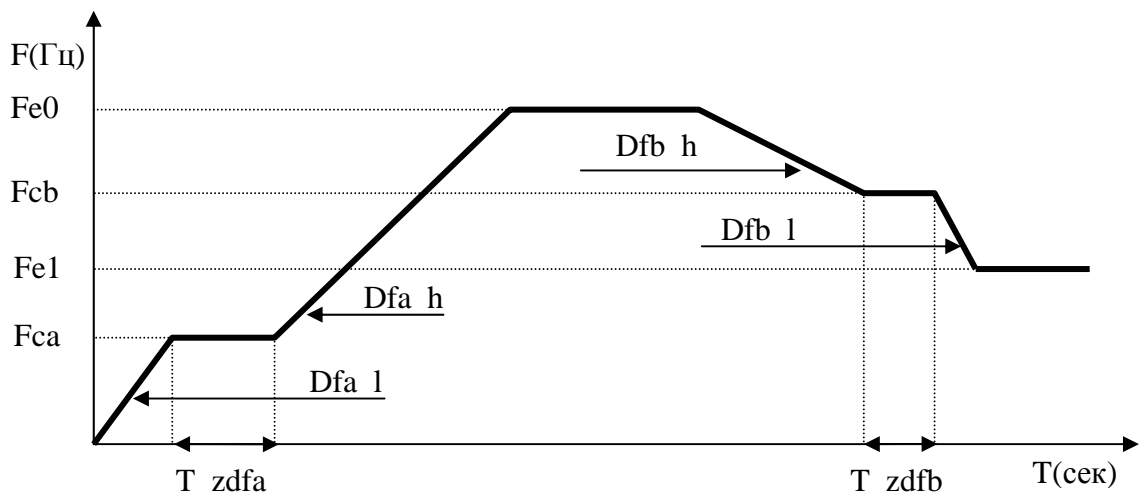

Рис. 5. Диаграмма работы БУАД-7-10 в одном из направлений вращения.
- **1** – частота изменяется до величины Fe по стандартной диаграмме (**рис. 5, 6, 7**), выходное напряжение остается постоянным: $PWM = PWM0$. С помощью данного тестового режима удобно снимать характеристику $M = f(Fp, PWM = const)$, т.е. момент двигателя как функцию от частоты при постоянном выходном напряжении.
- **2** – частота изменяется до величины Fe по стандартной диаграмме (**рис. 5, 6, 7**), выходное напряжение при этом остается постоянным: $PWM = PWM0$, затем выходное напряжение начинает постепенно расти до значения $PWM = PWM1$ или до возникновения ошибки по току, при этом на индикаторе отображается PWM . Происходит приращение PWM на dw_test каждые 50мс. С помощью данного тестового режима удобно снимать кривую максимального выходного относительного напряжения, при котором отсутствуют еще ошибки по току, в зависимости от фазной частоты $PWM = f(Fp)$.
3.9.2.1. При подаче логического сигнала одного из направлений вращения ($ОД, ЗД = 0, 1$ или $1, 0$), выходная частота *Устройства* начинает изменяться со скоростью Dfa_l (**рис. 5**). Частота $Fe = Fe0$, которая в результате должна быть достигнута, определяется по таблице параметров в соответствии с двоичным кодом, задаваемым входными логическими сигналами $Ч1, Ч0$.